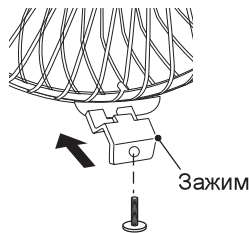

Рис.7
9. Закройте зажим в нижней части и зафиксируйте его винтом (рис. 7).